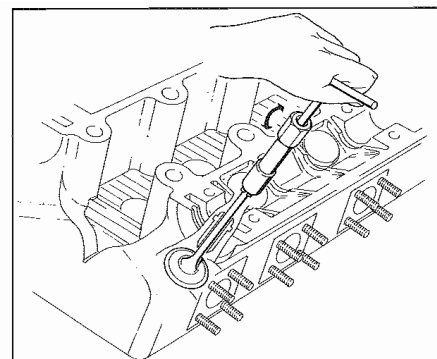
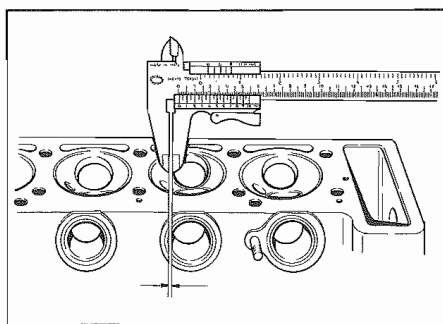
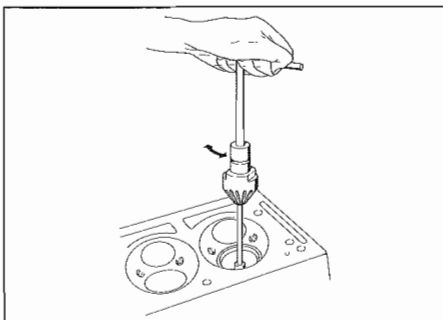

Fig. 44
Fig. 43 - Misurare l'ampiezza della banda colorata
Fig. 46
- Misurare l'ampiezza della superficie di appoggio della valvola sulla sede: stendere un velo di blu di Prussia o rosso piombo o prodotti similari sulla superficie della valvola; premere la valvola contro la sede e ruotare di alcuni giri. Misurare l'ampiezza della banda colorata sulla sede come mostrato in **Fig. 43** e confrontarlo col valore dato (vedi pag. 1-2). Se la banda è più sottile od irregolare occorre procedere alla smerigliatura delle sedi (**Fig. 44**). In caso di gravi irregolarità della superficie di appoggio fresare la sede prima della smerigliatura con apposito attrezzo (**Fig. 46**).
- Take the measurement of the valve resting surface on the seat: place a layer of Prussian blue or lead red or similar products on valve surface: press the valve towards the seat and make a few turns. Measure the width of the colour band on the seat as shown in **Fig. 43** and compare it with the value given (see page 1-2). If the band is thinner or irregular it is necessary to grind the seats (**Fig. 44**). In case of important irregularities of the surface ream the seat before grinding with a suitable tool (**Fig. 46**).